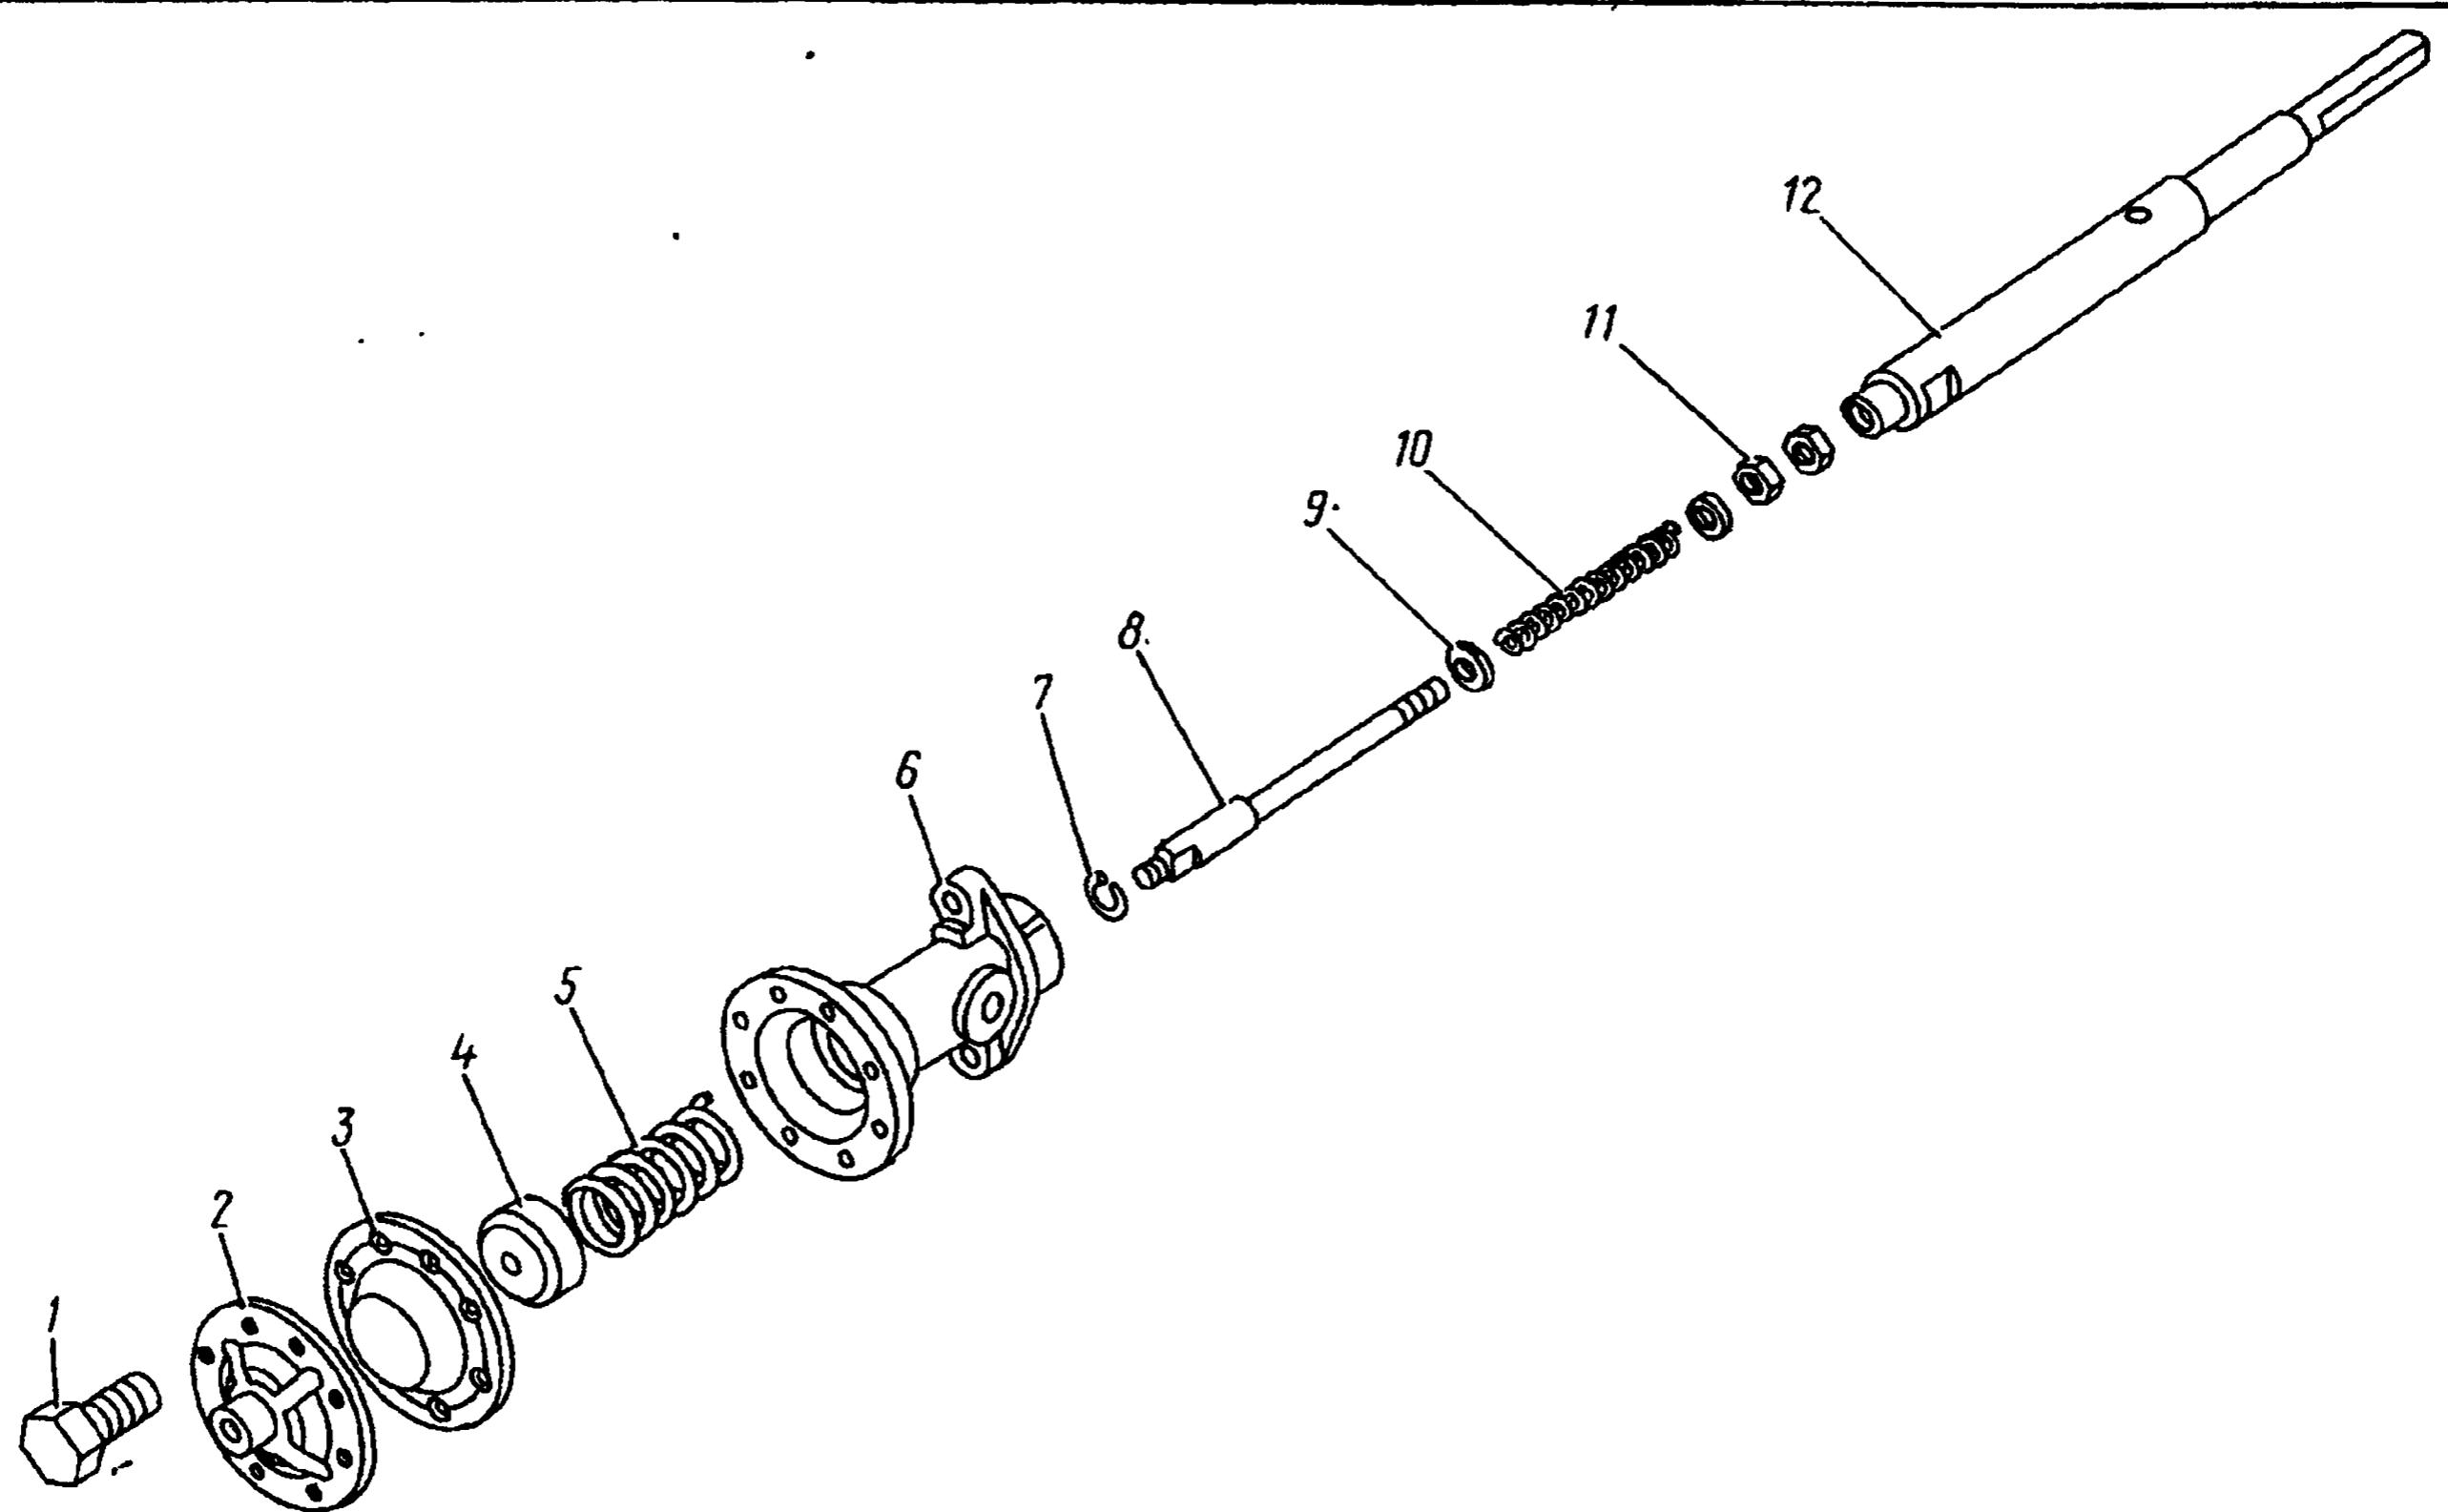

Рис. 173. Механизм включения понижающей передачи:
96. Вставьте в шток 12 (см. рис. 173) переключения понижающей передачи стержень 8 в сборе с пружиной 10, упорными шайбами 9, гайками 11 или самостопорящейся гайкой 11. Установите упорное кольцо 7.	Тиски, отвертка, спецпассатики И801.23.000-01